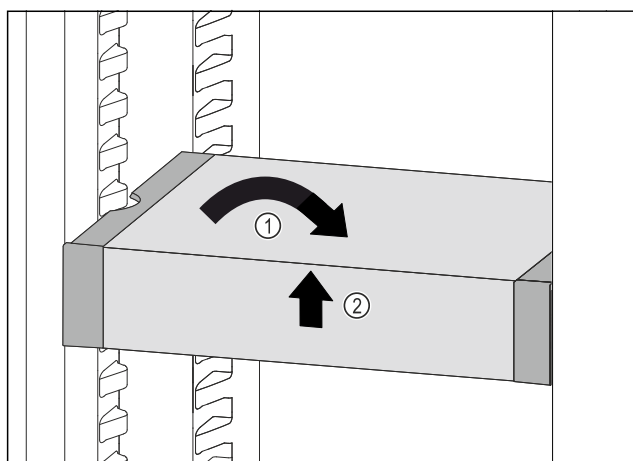

Fig. 198
- Вирівняти VarioSafe. Fig. 198 (1)
- Підняти VarioSafe спереду. Fig. 198 (2)